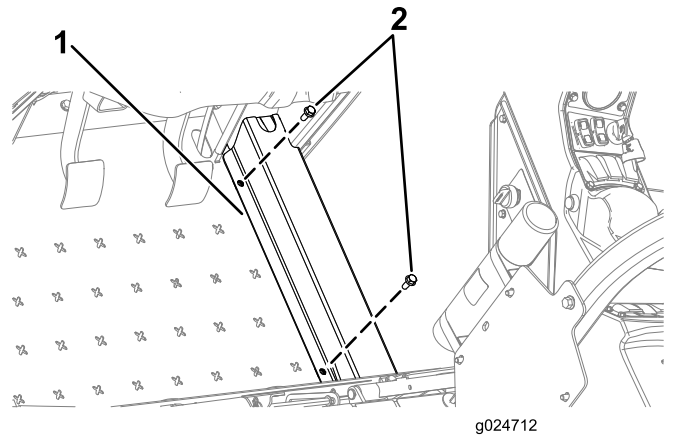

図 28
1. ホースカバーを機体に固定しているボルト2本を外してホースカバーを取り外す 図 28。